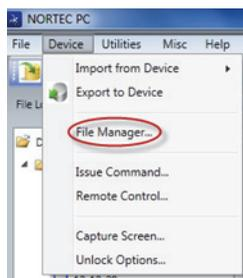

Рис. 6-21 Команда File Manager (Диспетчер файлов)
- ◆ В меню **Device** программного обеспечения NORTEC PC выберите **File Manager** [Диспетчер файлов] (см. Рис. 6-21 на стр. 345).